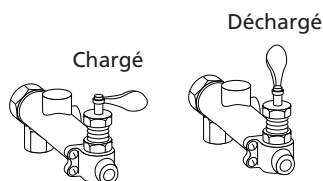

Figure 4 - Robinet de Réglage
2. Toujours mettre le levier articulé dans la position de déchargement avant le démarrage. (Voir la Figure 4).
- Démarrer le compresseur et laisser la pression atteindre la limite appropriée de la soupape de commande (voir la Figure 4) qui est réglée à 1207 kPa. Le compresseur devrait se décharger à travers du coussinet de reniflard sur le robinet de réglage et le moteur devrait se ralentir.